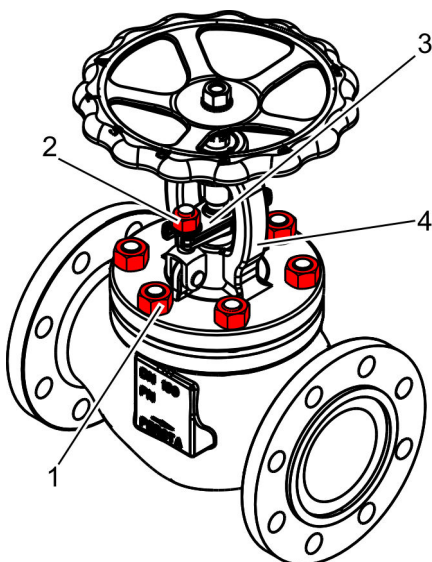

Abb. 21: Muttern aufschrauben
34. ➤ Muttern (Abb. 21/1) auf die Stiftschrauben im Gehäuse locker aufschrauben.
Muttern (Abb. 21/1) am Bügel aufsatz (Abb. 21/4) über Kreuz gemäß Herstellerangaben festziehen.
Muttern (Abb. 21/2) an der Stopfbuchsbrille (Abb. 21/3) gemäß Herstellerangaben festziehen.